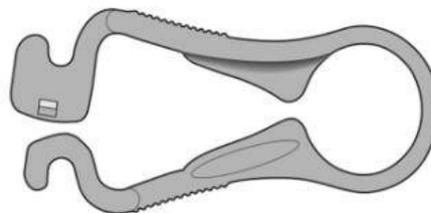
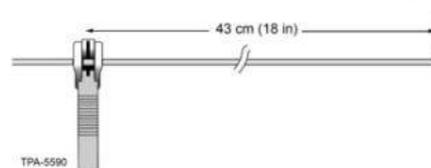

Abbildung 7
Abbildung 8
**Schritt 1:** Aderhülle in das 1,0-mm-Loch des Werkzeugs Ripley FTS-005 (Abbildung 7) wie in Abbildung 8 dargestellt etwa 45 cm (18 Zoll) vom Hüllende entfernt einlegen.